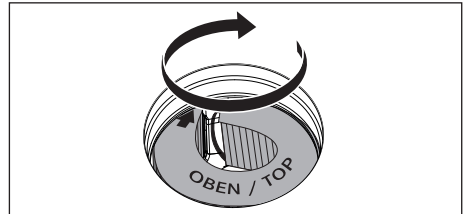

Fig. 8.10 Colocación del filtro de carbón activo en la posición final
- ▶ Por el interior de la abertura de entrada, encaje a presión hasta el tope la trampilla para el cambio del filtro en la abertura de la carcasa (véase fig. 8.10).